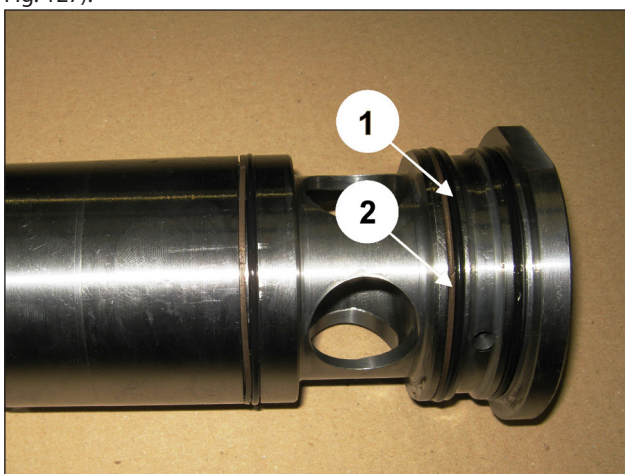

Fig. 127
Introducir las juntas tóricas (pos. ①, Fig. 127) y las anillas antiextrusión correspondientes en el casquillo (pos. ②, Fig. 127).